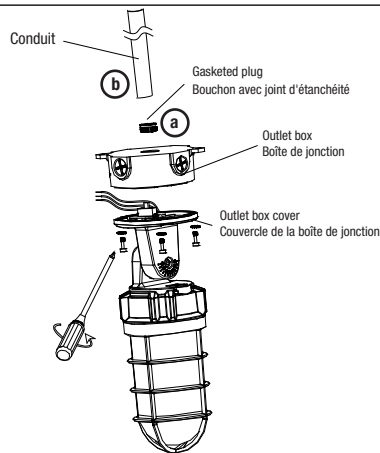

Fig. 13
1. Unscrew the central back gasketed plug from the luminaire (Fig. 13).
2. Put the threaded conduit (not provided) into the hole and turn it clockwise to tighten it (Fig. 13).
3. Open outlet box cover by unscrewing the four screws (Fig. 13).
1. Dévissez le bouchon central avec joint d'étanchéité à l'arrière du luminaire (Fig. 13).
2. Placer le conduit fileté (non fourni) dans le trou et tournez-le dans le sens des aiguilles d'une montre pour le serrer (Fig. 13).
3. Ouvrir le couvercle de la boîte de jonction, en dévissant les quatre vis (Fig. 13).